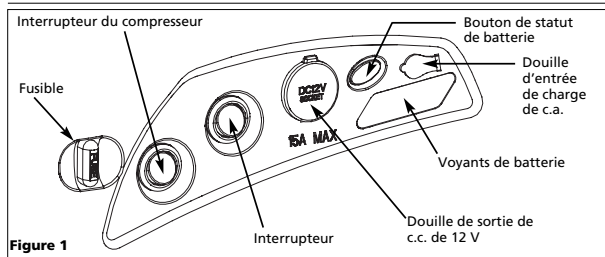

Figure 1
Pousser le bouton de statut de batterie au-dessus des voyants de la batterie (voir la figure 1) pour vérifier le niveau de la batterie. Un voyant vert indique que la batterie a une tension de 11,5 V ou plus et peut être utilisée sans danger. Un voyant jaune indique que la batterie a une tension entre 10,5 à 11,5 volts et doit être rechargée. Un voyant rouge indique que la tension de la batterie est tombée sous 10,5 volts et doit être rechargée immédiatement.
1. Pousser l'interrupteur à la position "off" (arrêt) et insérer l'adaptateur de recharge de c.a. de 120 volts dans la douille d'entrée de charge de c.a. au-dessus des voyants de la batterie (voir la figure 1).
1. Insérer le cordon de c.c. de 12 volts dans la douille de sortie de c.c. de 12 volts sur le gonfleur (voir la figure 1).
1. Mettre sous tension (voir la figure 1).